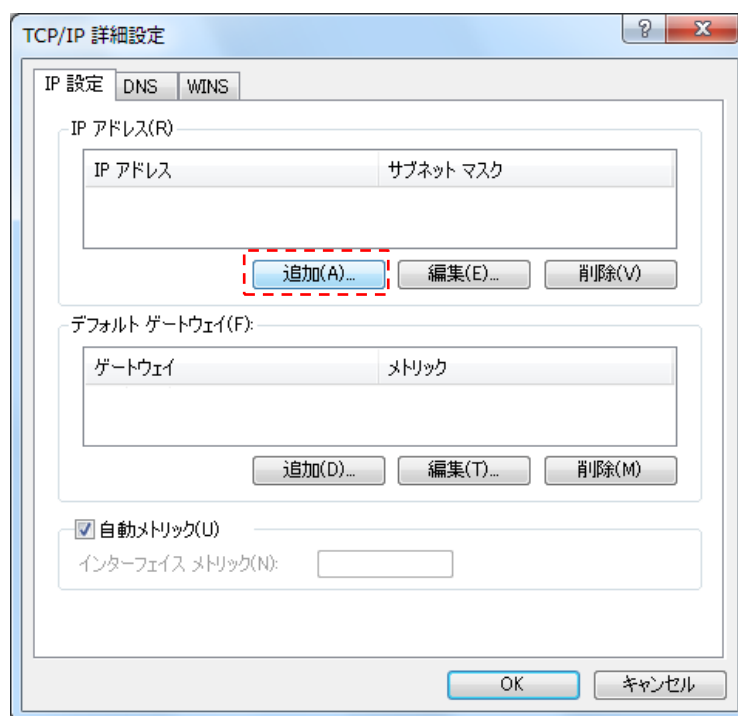

図 3-8 TCP/IP 詳細設定画面
手順⑤：TCP/IP 詳細設定画面(図 3-8)より、項目「IP アドレス (R)」内の「追加 (A)」をクリックしてください。
現在表示中の画面サイズおよび表示位置を「図 3-8 表示画面のデフォルト設定」に戻します。